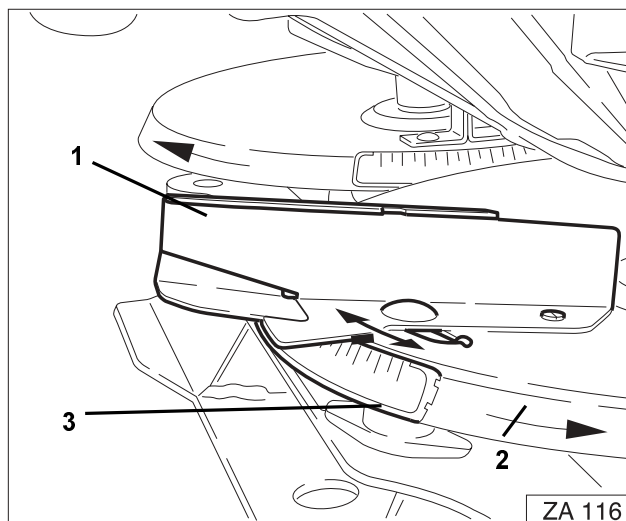

Fig. 52
Let op de juiste montage van de strooischoepen. De open zijde van de U-vormige strooischoep (Fig. 52/1) wijst in de draairichting (Fig. 52/2).
- Vleugelmoer (Fig. 52/3) losdraaien en strooischoep (Fig. 52/1) vervangen.
Vleugelmoer (Fig. 52/3) weer aandraaien.